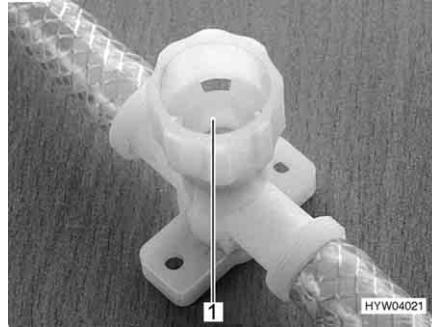

Bild 124 Ablasshahn für Therme
- Alle Ablasshähne schließen. Dazu die Kappen (Bild 124,1) im Uhrzeigersinn drehen.
- Alle Ablasshähne der Therme öffnen. Dazu die Kappen (Bild 124,1) entgegen dem Uhrzeigersinn drehen.